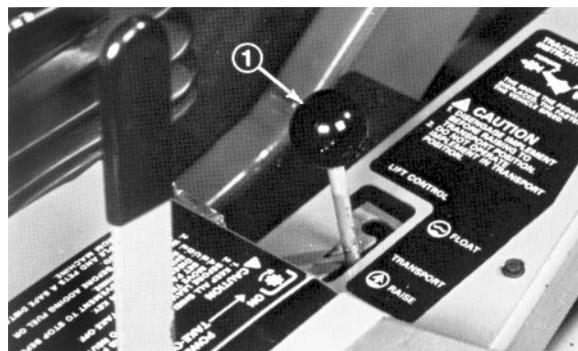
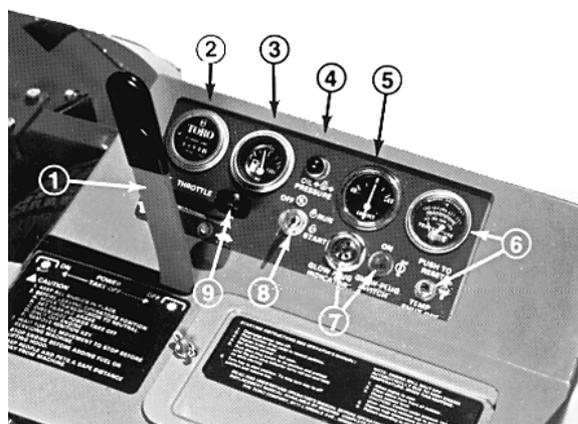

Fig. 6
Fig. 7
1. Verificare che il freno di stazionamento sia innestato, che la leva della presa di forza sia in posizione OFF (Fig. 7) e che la leva di sollevamento sia in posizione TRASPORTO o ABBASSA (Fig. 6). Togliere il piede dal pedale di comando della trazione e verificare che il pedale sia in folle.
2. Mettere la leva del gas (Fig. 7) in posizione di "tutto gas" (FAST).
4. Girare la chiave su START (Fig.7). Rilasciare la chiave immediatamente quando il motore si avvia, e lasciare che ritorni su RUN. Mettere la leva del gas su SLOW.